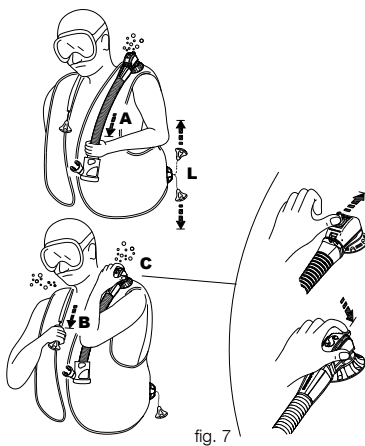

fig. 7
- a. tire suavemente del ensamble del latiguillo (fig. 7 - A). No es necesario utilizar demasiada presión para tirar del ensamble del latiguillo. El recorrido de la válvula es limitado y tirar más fuerte no aumentará el flujo de aire. Para cerrar la válvula de vaciado manual, deje de tirar hacia abajo y libere.
- b. pulsando el botón que sobresale de la cubierta de la válvula (fig. 7 - C) (patentado): este sistema también puede ser útil para liberar el aire de otro submarinista que tenga problemas (pánico, submarinista principiante, pérdida de conocimiento, etc.).
- La válvula dual de vaciado manual de SCUBAPRO® (patentada) tiene un botón de seguridad que libera aire al pulsarlo (fig. 7-C), en caso de que el sistema de vaciado manual no funcione (cable o clavija rota, etc.) o mientras se respira de un Air 2.
**Válvula del hombro (fig. 7 - B)**
La válvula ubicada en el hombro derecho, si está presente, se activa al tirar suavemente de la perilla que se conecta por medio de un cordón a la válvula misma (fig. 7 - B). Para funcionar como válvula de vaciado, debe colocar la válvula en una posición más alta que la burbuja de aire en el chaleco compensador. Active la válvula de vaciado hasta que alcance la cantidad de flotabilidad deseada. Deje de tirar/presionar para cerrar la válvula (fig. 7- B).
**Válvula de vaciado inferior (fig. 7 - L)**
**Los dispositivos de desinflado con la máxima salida de gas son la válvula del hombro (fig. 7 - B) y la válvula inferior (fig. 7 - L).**